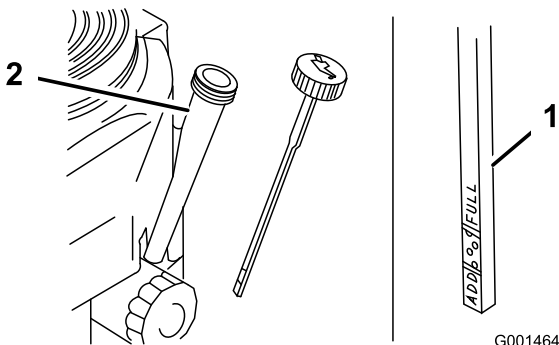

Figura 36
4. Limpie alrededor de la varilla de aceite (Figura 36) para impedir que caiga suciedad por el orificio de llenado y cause daños en el motor.
5. Desenrosque la varilla de aceite y limpie el extremo (Figura 36).
6. Deslice la varilla a fondo en el tubo de llenado, pero no la enrosque en el tubo (Figura 36).
8. Vierta lentamente un 80% aproximadamente de la cantidad especificada de aceite por el tubo de llenado (Figura 36).